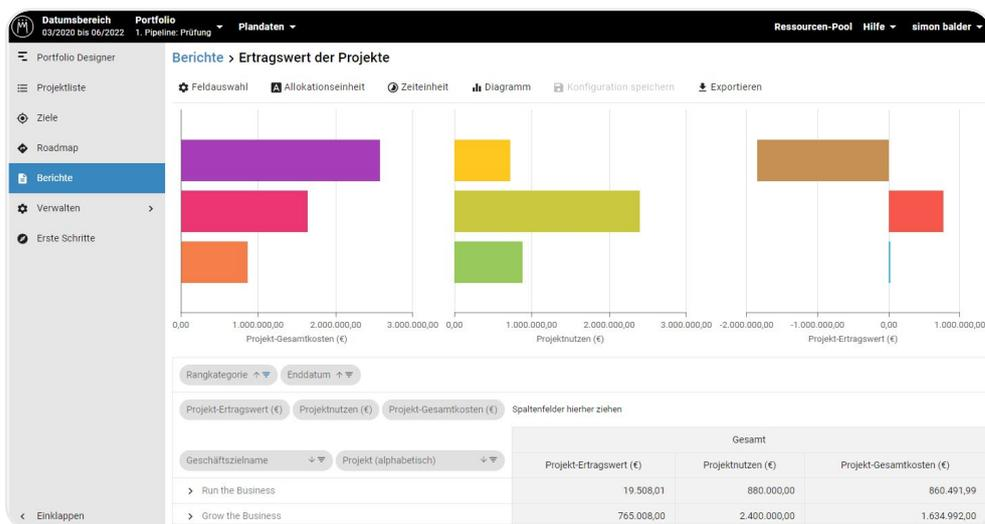

Abbildung 9: Bei der Priorisierung unterstützen Berichte und andere hilfreiche Funktionen von Meisterplan.
- die Generierung von integrierten Pivot-Berichten, die unterstützt durch Diagramme beispielsweise den prognostizierten Ertragswert der Projektvorschläge zeigen (siehe Abbildung 9).